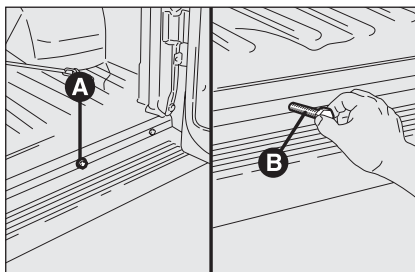
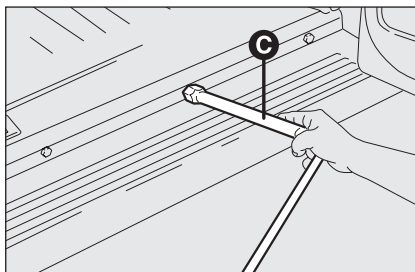
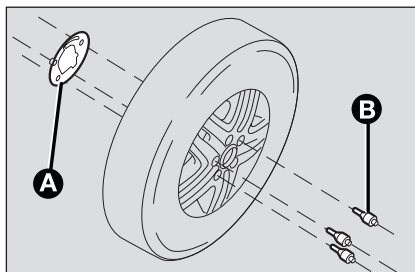

fig. 6
fig. 7
fig. 9c
- monter sur la jante la plaque prévue A-fig. 9c, en la fixant à l'aide des vis B-fig. 9c fournies et en se servant de la clé C- fig. 7;
- introduire la clé pour le démontage des roues C-fig. 7 sur la rallonge B-fig. 6 et la faire tourner dans le sens des aiguilles d'une montre pour permettre à la roue de secours de remonter.
à 180° et enlever le bouchon du trou A-fig. 6 pour l'introduction de la rallonge B-fig. 6 et de la clé de manoeuvre C-fig. 7;
- introduire la rallonge B-fig. 6 dans le trou;
- introduire la clé démontage roues C-fig. 7 et tourner dans le sens inverse des aiguilles pour permettre la descente de la roue de secours;
- ☐ introduire la clé de démontage roues C-fig. 7 sur la rallonge B-fig. 6 et la tourner dans le sens des aiguilles pour permettre la montée de la roue de secours;
- ☐ extraire la rallonge B-fig. 6 et, avec la clé de démontage C-fig. 7, et les placer dans la boîte à outils;